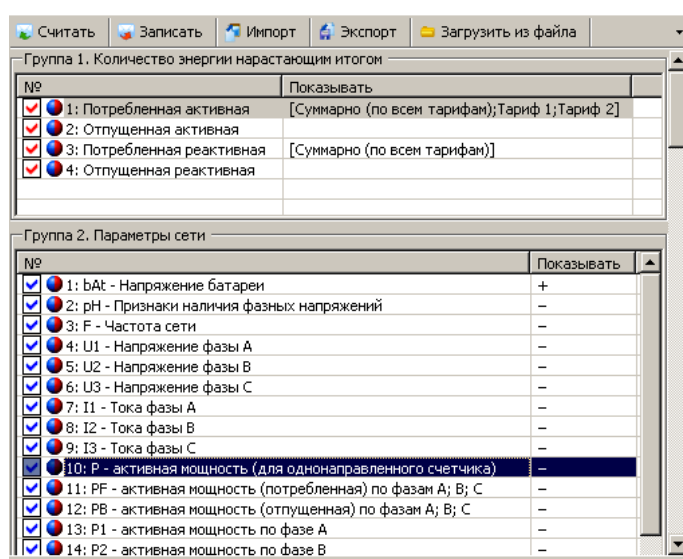

Рисунок 7.19 – Окно раздела *«Конфигурация»* → *«Вывод на ЖКИ»*
- перейти в раздел *«Конфигурация»* → *«Вывод на ЖКИ»* и составить списки индицируемых на ЖКИ параметров (*LIST1-LIST6**). Списки параметров *LIST1-LIST6** позволяют выбрать для просмотра параметры соответственно из шести первых групп. Для групп 1, 4 и 6 выбираются индицируемые значения для каждого направления учета, для остальных указывается показывать («+») или не показывать («-») конкретные кадры (рисунок 7.19).
- перейти в раздел «Конфигурация» → «Вывод на ЖКИ» и составить списки индицируемых на ЖКИ параметров (*LIST1-LIST6*). Списки параметров *LIST1-LIST6* позволяют выбрать для просмотра параметры соответственно из шести первых групп. Для групп 1, 4 и 6 выбираются индицируемые значения для каждого направления учета, для остальных указывается показывать («+») или не показывать («-») конкретные кадры (рисунок 7.19).